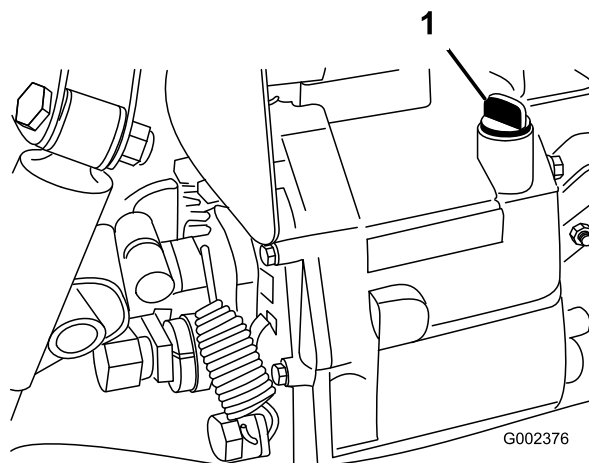

Figura 20
2. Limpie la zona alrededor de la varilla (Figura 20).